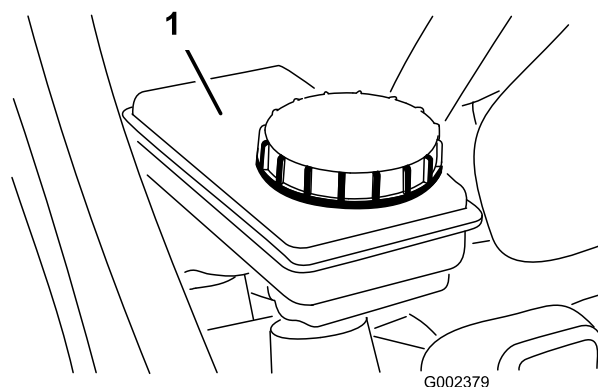

Figure 24
2. Le niveau de liquide doit atteindre le repère maximum sur le réservoir (Figure 24).